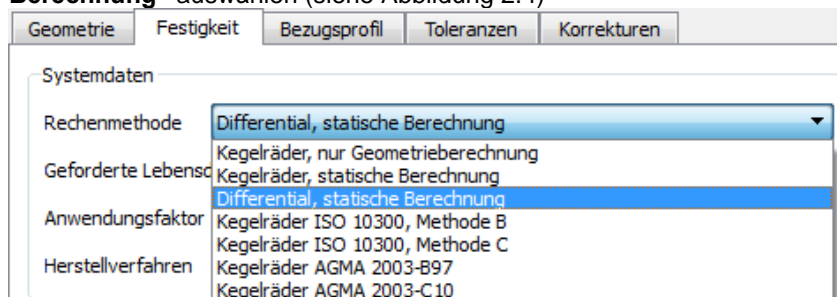

Abbildung 2.4 Festigkeitsberechnung „Differential, statische Berechnung“
- Im Reiter **“Festigkeit”** → **„Systemdaten“** die Rechenmethode **„Differential, statische Berechnung“** auswählen (siehe Abbildung 2.4)